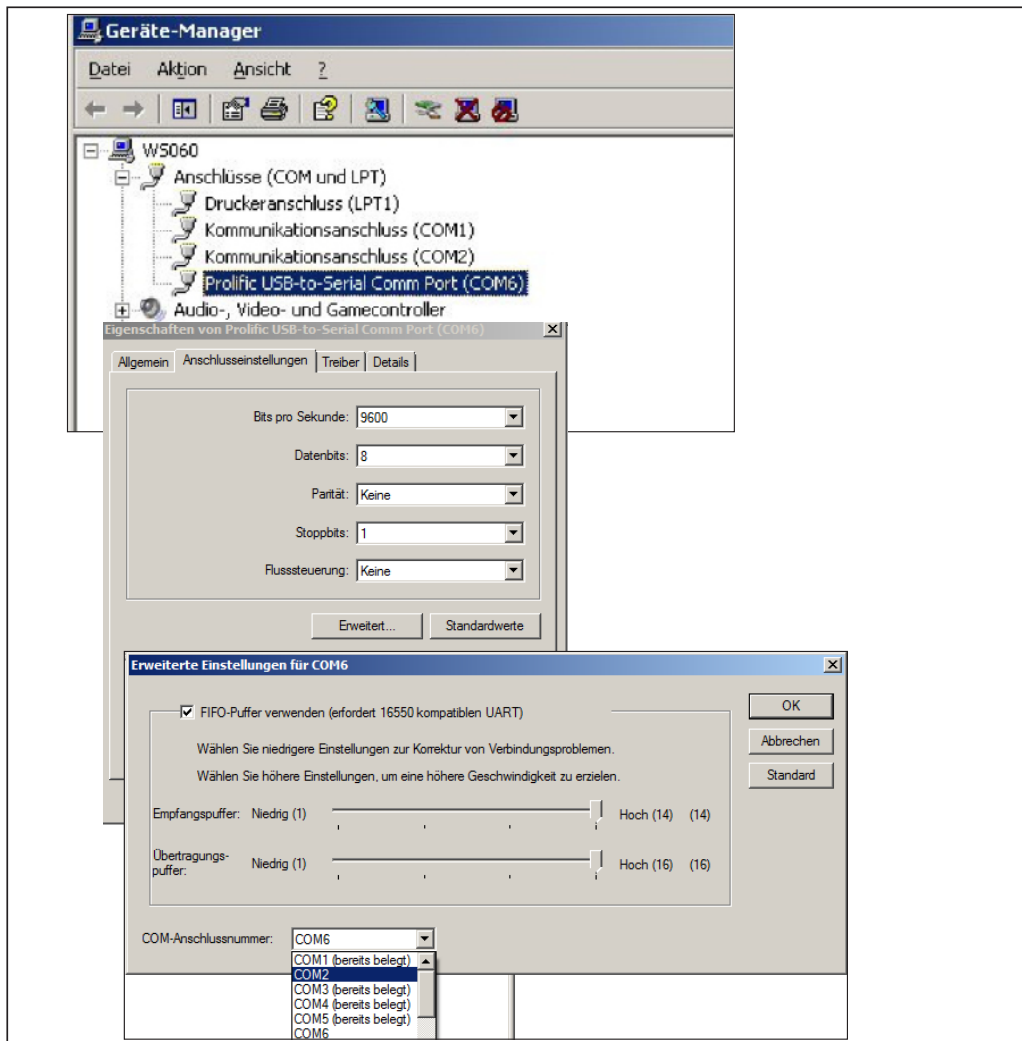

図 12.2: デバイスマネージャの接続設定
- ▶ デバイスマネージャを開いて (System Control/システム制御>>Device Manager/デバイスマネージャ)、ディレクトリ **connections** をダブルクリックしてください。接続番号は、図12.2「COM6」の「USB - シリアル通信ポート」の項に記載されています。